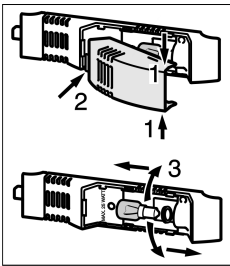

Fig. 8
- Saisir la protection d'ampoule en haut et en bas Fig. 8 (1).
- Déclipser à l'arrière et détacher la protection d'ampoule Fig. 8 (2).
- Remplacer l'ampoule. Fig. 8 (3)